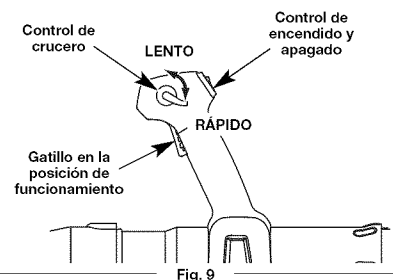

Fig. 9
NOTA: No hay necesidad de encender la unidad. El Control de Encendido y Apagado está en la posición **Encendido (I)**, en todo momento (Fig. 9).
5. Oprima el control de crucero hacia abajo para trabar el gatillo en la posición de **RÁPIDO** (Fig. 9).
1. Una vez que el motor haya arrancado y esté caliente, oprima el gatillo para acelerar la unidad según sea necesario (Fig. 9).
2. Para períodos de funcionamiento más prolongados y para eliminar la posibilidad de fatiga en el dedo, mueva el control de crucero hacia la posición **RÁPIDO** para aumentar poco a poco o mantener la velocidad del motor de la unidad (Fig. 9). Cuando se oprima el control de crucero, el gatillo retrocederá hacia la manija.
3. Para disminuir la velocidad del motor, mueva el control de crucero hacia la posición **LENTO** y el gatillo regresará a la posición de marcha en vacío (Fig. 9).
2. Oprima y mantenga oprimido el control de encendido y apagado en la posición de **APAGADO (O)** hasta que el motor se detenga por completo (Fig. 9).
- NOTA:** No hay necesidad de encender la unidad. El Control de Encendido y Apagado está en la posición **Encendido (I)**, en todo momento (Fig. 9).
- Use el control de crucero (Fig. 9) para mantener el gatillo oprimido mientras esté trabajando para facilitar el funcionamiento continuo.